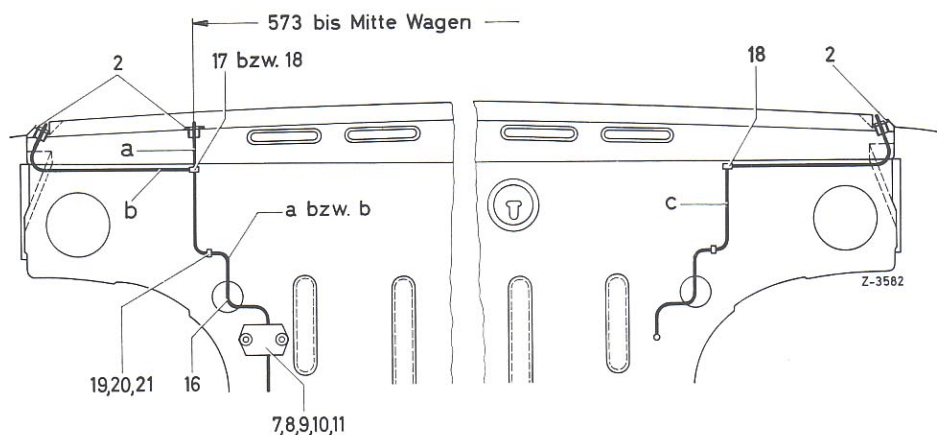

Bild 67-2/3
10. Beim Einbau einer heizbaren Heckscheibe aus Einscheiben-Sicherheitsglas wird die Masseleitung der Scheibe am Hutablageblech unten mit dem Clips (18) und der serienmäßig vorhandenen Befestigungsschelle des Hauptleitungssatzes befestigt und durch die vorhandene Gummitülle in der Heckwand verlegt sowie anschließend an der ebenfalls serienmäßig vorhandenen Massestelle an der Heckwand befestigt (Bild 67-2/1 und 3).